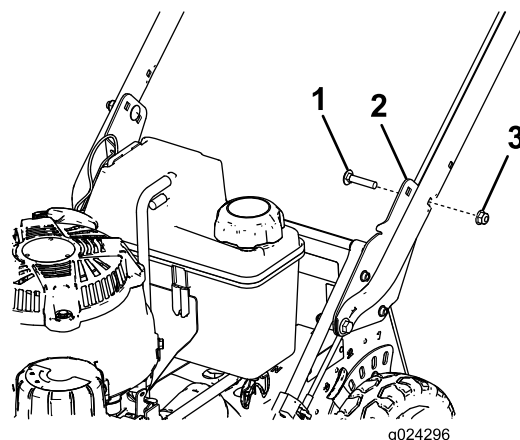

**Figura 4**
4. Sitúese detrás de la máquina en la posición normal del operador para determinar la altura del manillar que le sea más cómoda (Figura 4).